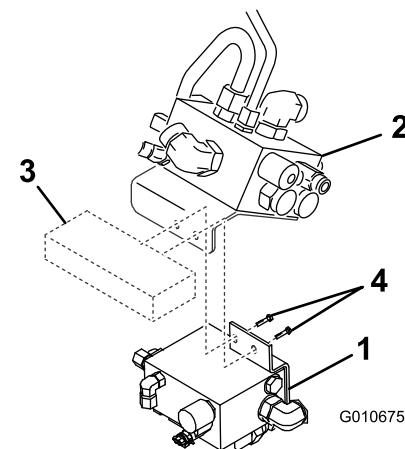

Figura 2
- B. Alinhe o conjunto do divisor de caudal e suporte na estrutura como se mostra em Figura 2.